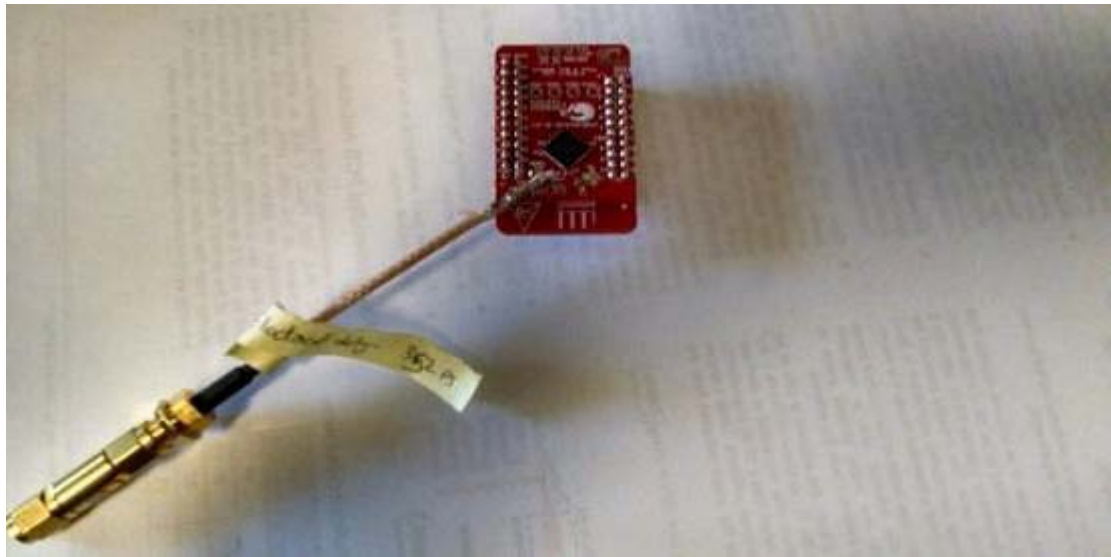

图 29.同轴线缆的连接点
2. 使同轴线缆接近芯片的射频输出引脚。断开芯片连接。否则，不仅仅是天线，就连 Balun 也会连接到同轴线缆。请参见图 29。